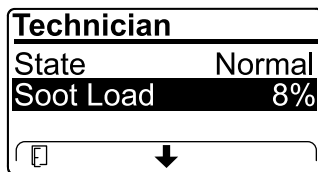

Figura 46
- Vea la carga de hollín que se mide como porcentaje de hollín en el DPF (Figura 46); consulte la tabla de carga de hollín.